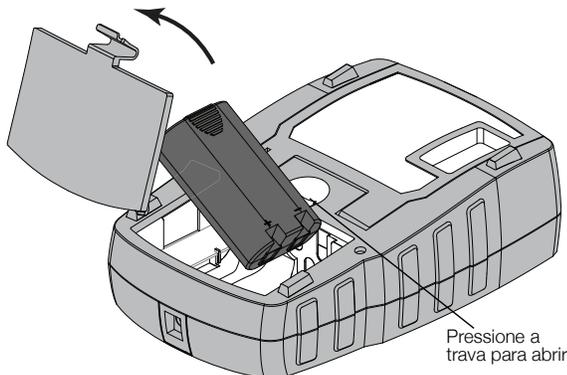

Figura 4
- 1 Pressione a trava na parte posterior da impressora para remover a tampa do compartimento da bateria. Consulte a Figura 4.
- 2 Insira a bateria no respectivo compartimento, obedecendo às marcas de polaridade. Consulte a Figura 4.